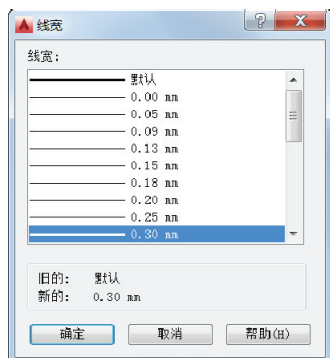

图 6-10 “线宽”对话框
5) 单击该新图层相应的“线宽”单元格，系统弹出图 6-10 所示的“线宽”对话框，从“线宽”列表中选择“0.30mm”，单击“确定”按钮。